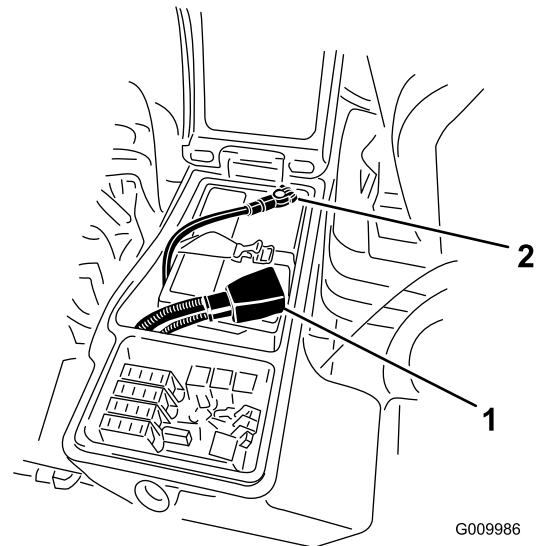

Bild 66
3. Klemmen Sie das Minuskabel (Schwarz) vom Minuspol (-) des Akkus und das Pluskabel (Rot) vom Pluspol (+) des Akkus ab (Bild 66).
6. Klemmen Sie das Pluskabel (Rot) am Pluspol (+) des Akkus und das Minuskabel (Schwarz) am Minuspol (-) des Akkus an (Bild 66).